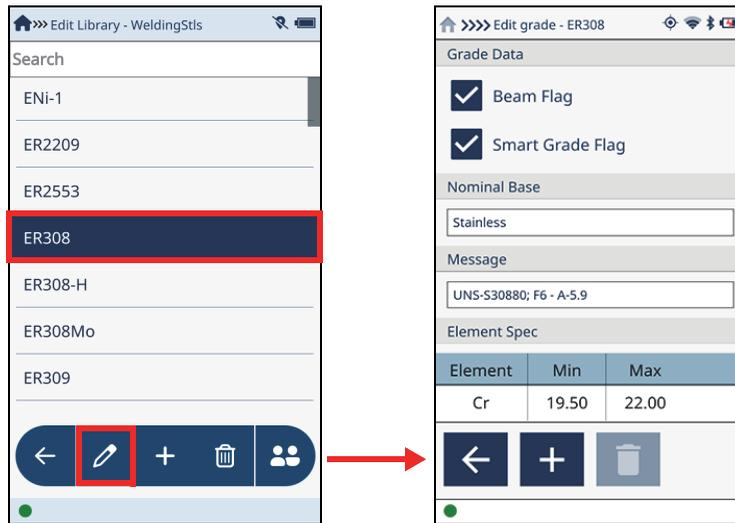

图 2-79 编辑库屏幕（左图），编辑牌号屏幕（右图）
1. 在**Grade Libraries**（牌号库）屏幕中（参见第90页的图 2-78），点击**Edit**（编辑）按钮（），打开**Edit Library**（编辑库）屏幕（参见第91页的图 2-79）。
2. 点击并选中一个牌号，然后点击**Edit**（编辑）按钮（），打开**Edit Grade**（编辑牌号）屏幕（参见第91页的图 2-79）。